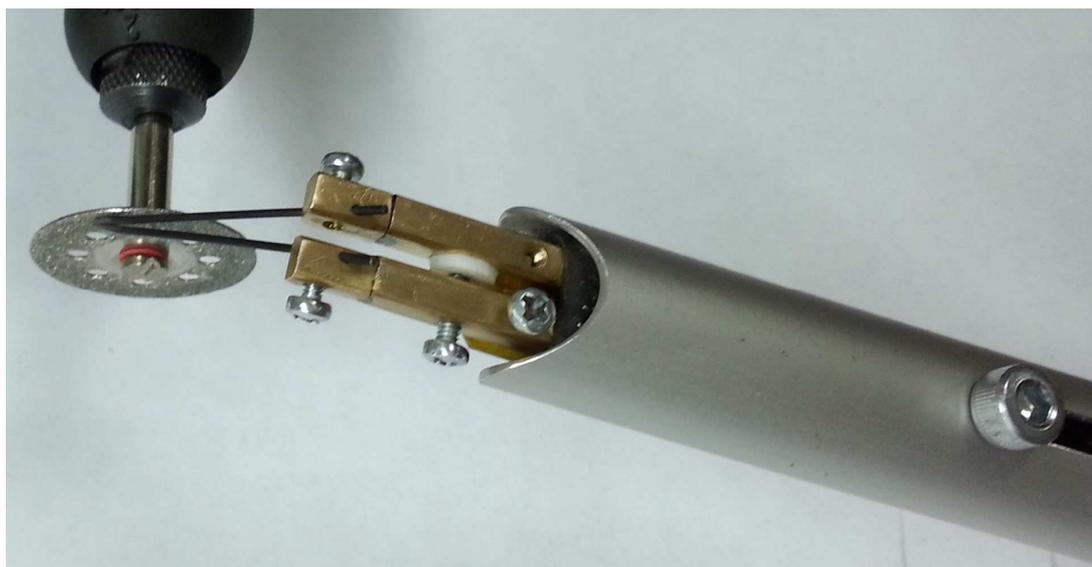

Рис. 6 Заточка боковых поверхностей электродов
11. Заточить боковые поверхности электродов до получения требуемого размера контактной площадки. Размеры рабочих поверхностей электродов контролировать через микроскоп при помощи измерительного окуляра 8х (см. Рис. 6).